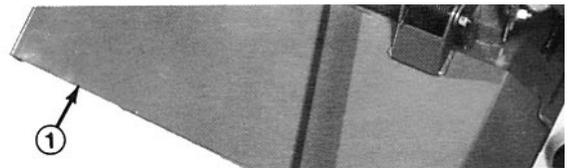
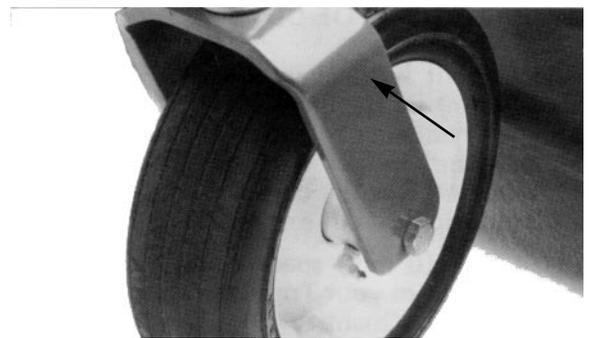

Bild 4
Bild 6
1. Die Schmierstellen des Schnittwerks sind: Laufradspindelbüchsen (Bild 4), Laufradlager (Bild 4 und 5), Schnittmesser-spindellager (Bild 6) sowie rechte und linke Schubarmkugelenke (Bild 6).
2. Das Schnittwerk so absenken, daß die Laufräder auf einer ebenen Fläche stehen. Die Prüfschraube (Bild 6) aus der Getriebeseite entfernen und den Ölstand kontrollieren. Bei niedrigem Ölstand ist die Ölfüllschraube auf der Oberseite des Getriebes zu entfernen und soviel SAE 80-90 Getriebeöl nachzufüllen, daß der Ölstand die Unterseite des seitlichen Prüflochs erreicht.